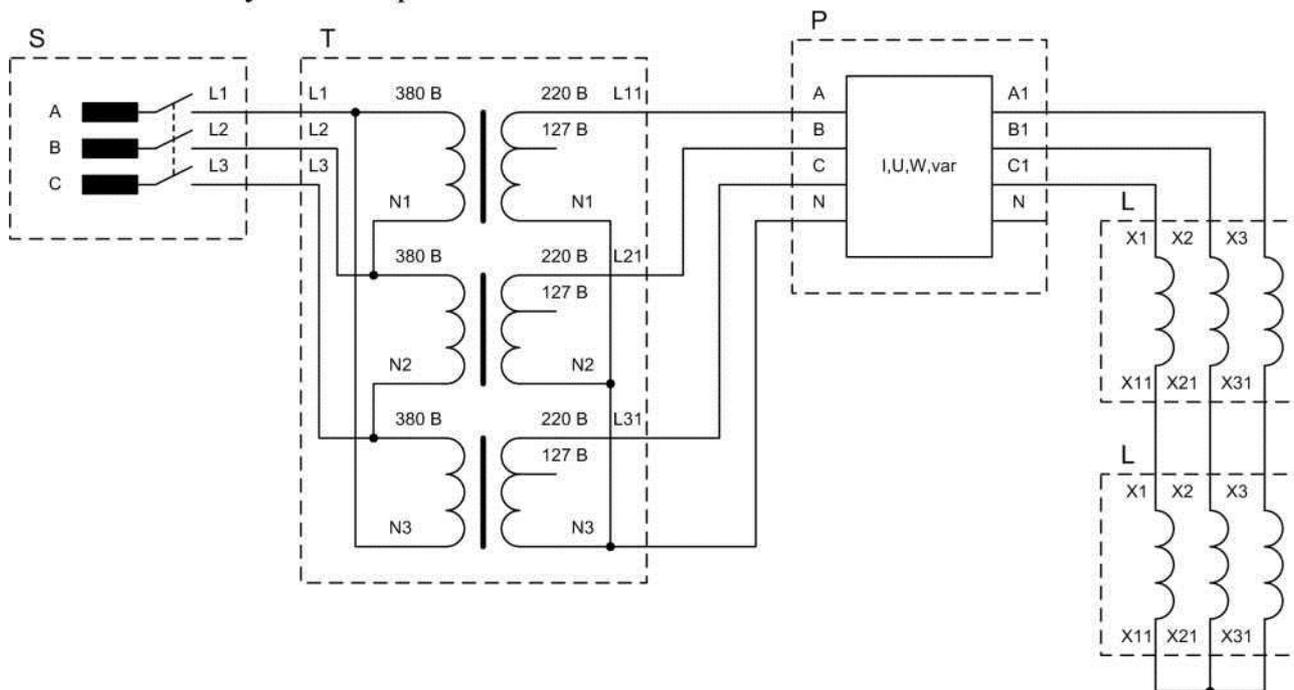

Рис. 3.2
17. Изменить тип нагрузки с активной (осветительной) на индуктивную в соответствии с рис. 3.2. В качестве индуктивной нагрузки использовать 2 последовательно включенных модуля индуктивной нагрузки. Схема включения – звезда без нулевого провода.